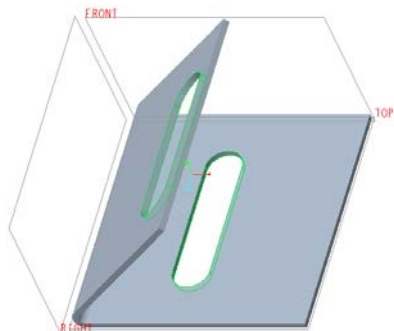

图 1-260 完成创建钣金件切口
(6) 在“拉伸”选项卡中单击  (完成) 按钮, 创建的钣金件切口效果如图 1-260 所示。